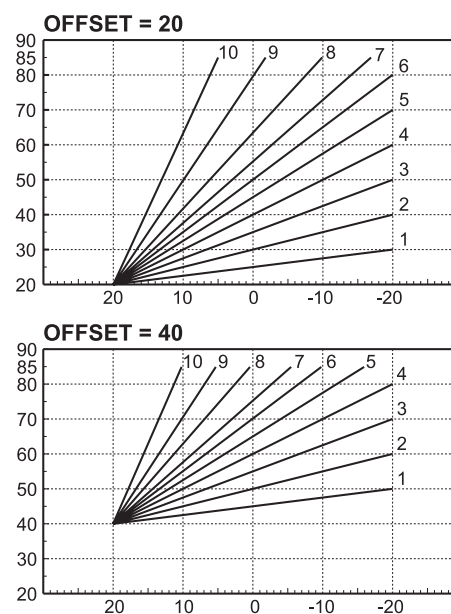

Рис. 25. Пример параллельного смещения компенсационных кривых
**Offset:** через это подменю открывается доступ к параллельному смещению кривых с помощью кнопок «+» и «-» **ГВС**. Характеристики указаны на рис. 25.